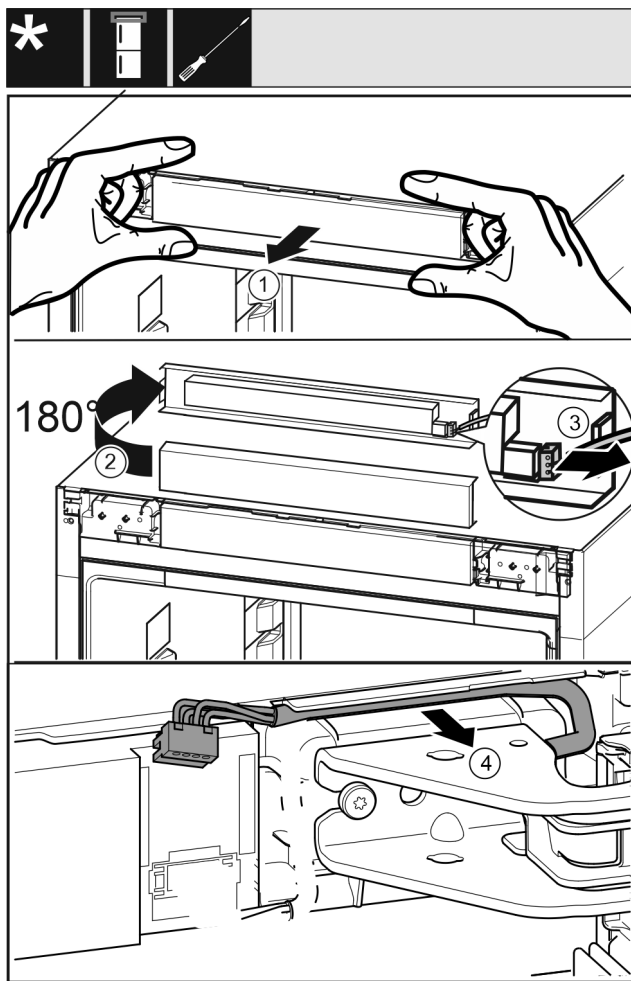

Fig. 13
- ▶ Oprezno otpustite masku za rukovanje Fig. 13 (1) prema naprijed.
- ▶ Okrenite masku za rukovanje Fig. 13 (2) prema gore za 180°.
- ▶ Pritisnite jezičac Fig. 13 (3) prema natrag i oprezno izvucite utikač.
- ▶ Oprezno otpustite kabel Fig. 13 (4) iznad podloška ležaja iz vodilice.